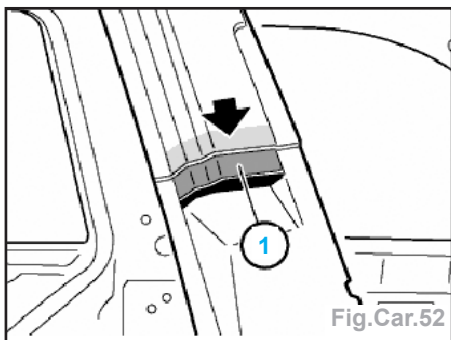

Fig.Car.52
- Introduire le raidisseur (1) d'environ 30 mm dans le montant C et le souder (Fig.Car.52).